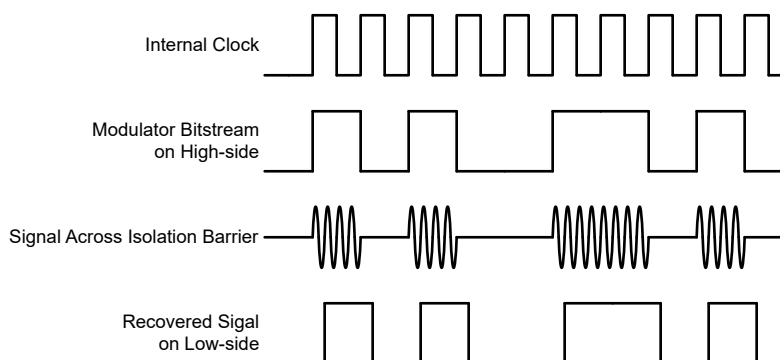

图 7-1. 基于 OOK 的调制方案
如图 7-1 中所示，AMC0x11D-Q1 使用开关键控 (OOK) 调制方案跨过基于  $\text{SiO}_2$  的隔离栅传输调制器输出位流。发送驱动器 (TX) 如 功能方框图 中所示。TX 跨过隔离栅发送一个内部生成的高频载波来表示数字一。而 TX 不发送信号则表示数字零。AMC0x11D-Q1 内使用的载波标称频率为 480MHz。